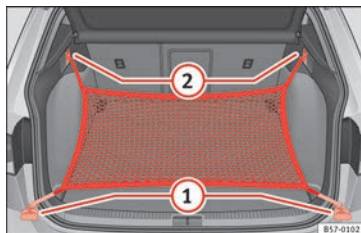

Fig. 157 Dans le coffre à bagages : œillets (1) et crochets (2) pour accrocher le sac pour filet.
- Fixez les crochets courts du filet aux œillets d'amarrage » **fig. 157 (1)** » **⚠**. La fermeture à glissière du sac doit rester vers le haut.
- Fixez les rubans aux crochets pour accrocher des sacs (2).